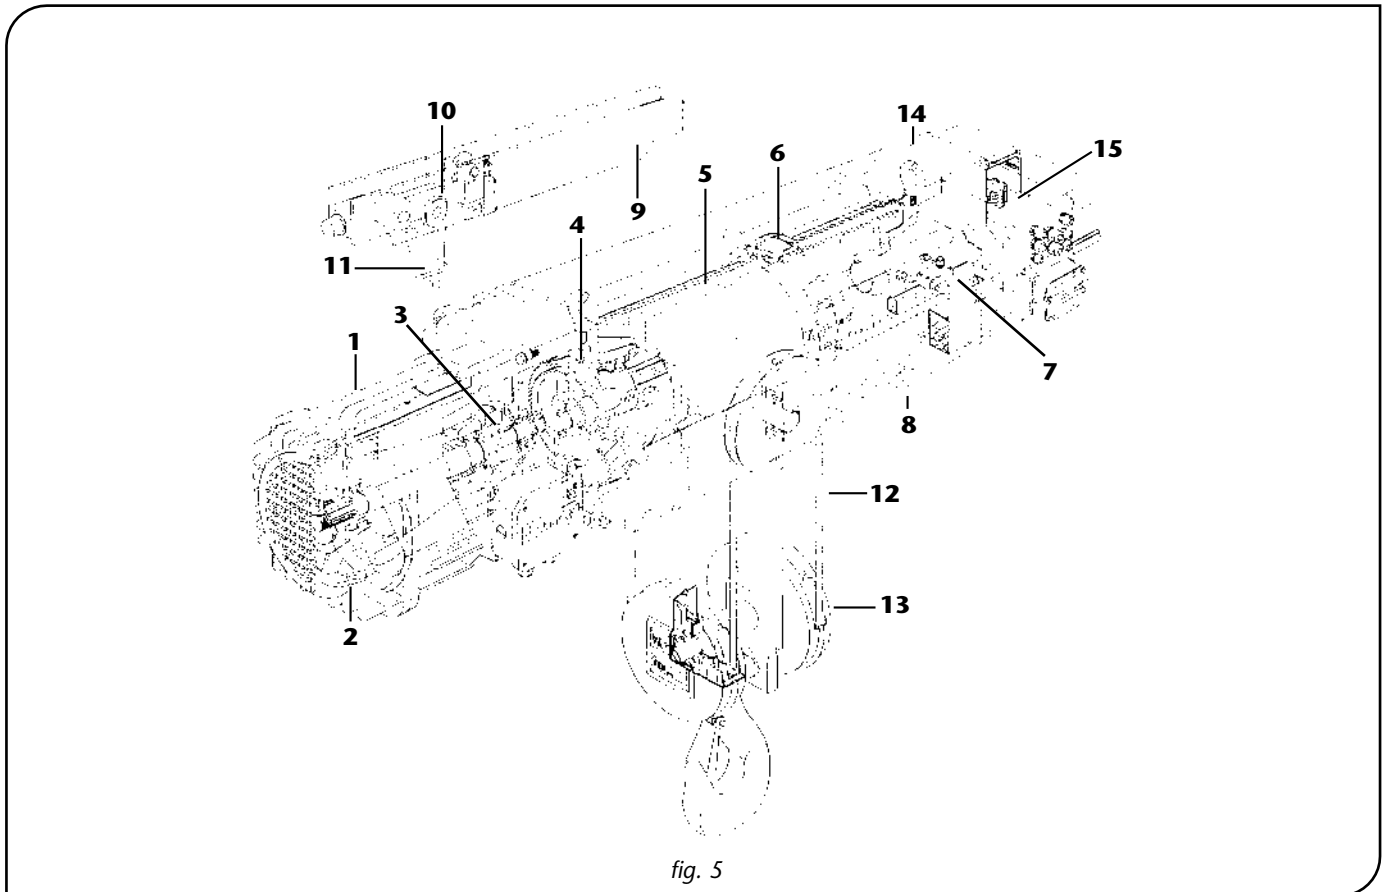

fig. 5
2.1.3 Modules du palan électrique à câble DRH (figure 5)